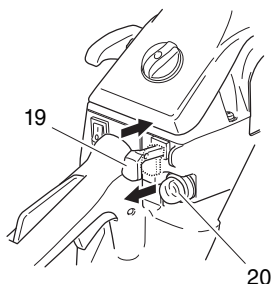

Fig. 14
*Actionnez la pompe d'amorçage (20) à plusieurs reprises pour que le carburant puisse parvenir au carburateur (Fig. 14).
2. Tirez le levier d'étranglement (19) vers le bas (Fig. 14). Cette opération permettra de verrouiller automatiquement le papillon du carburateur en position demi-gaz.
5. Quand vous entendez la première impulsion d'allumage, repoussez à fond le levier de starter (19). (Fig. 14)